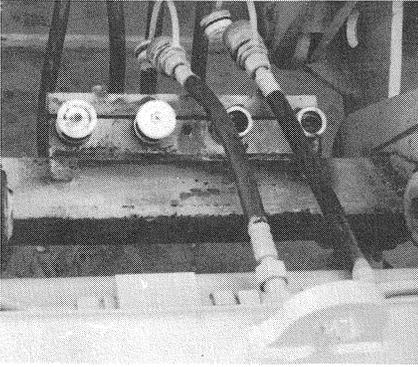

Bild 24
(4) Staubkappen von den Schnellkupplungen entfernen (Bild 24).